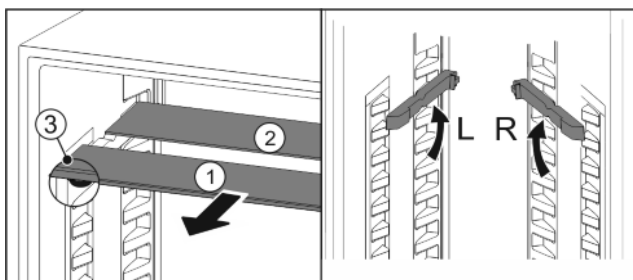

Fig. 23
- ▶ Sortir les tablettes par l'avant Fig. 23 (1).
- ▷ La tablette Fig. 23 (1) équipée de butées se trouve à l'avant.
- ▷ Les butées sont tournées vers le bas Fig. 23 (3).